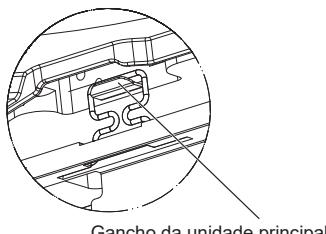

Fig. 10-5
- Alinhe os orifícios dos parafusos existentes nos cantos da grelha com os orifícios de montagem dos parafusos existentes nos cantos da unidade principal, engate os dois ganchos da grelha nas saliências do reservatório de drenagem na unidade principal e suspenda temporariamente a grelha. (Fig. 10-5)
- Depois de apertar o parafuso, confirme se os dois ganchos da grelha (Fig. 10-5) estão engatados nos ganchos da unidade principal.